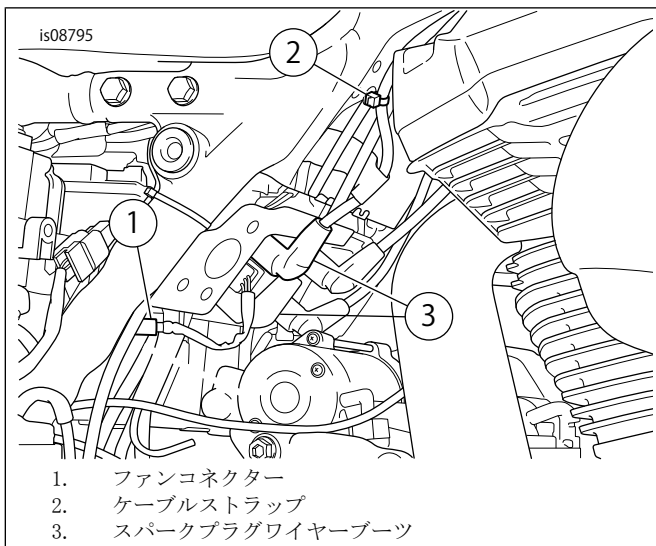

図1。ファンコネクター
7. 「図1」を参照。ファンコネクター(1)を探して、コネクターを抜きます。
「図1」を参照。右側のスパークプラグワイヤーブーツの位置を再調整します。